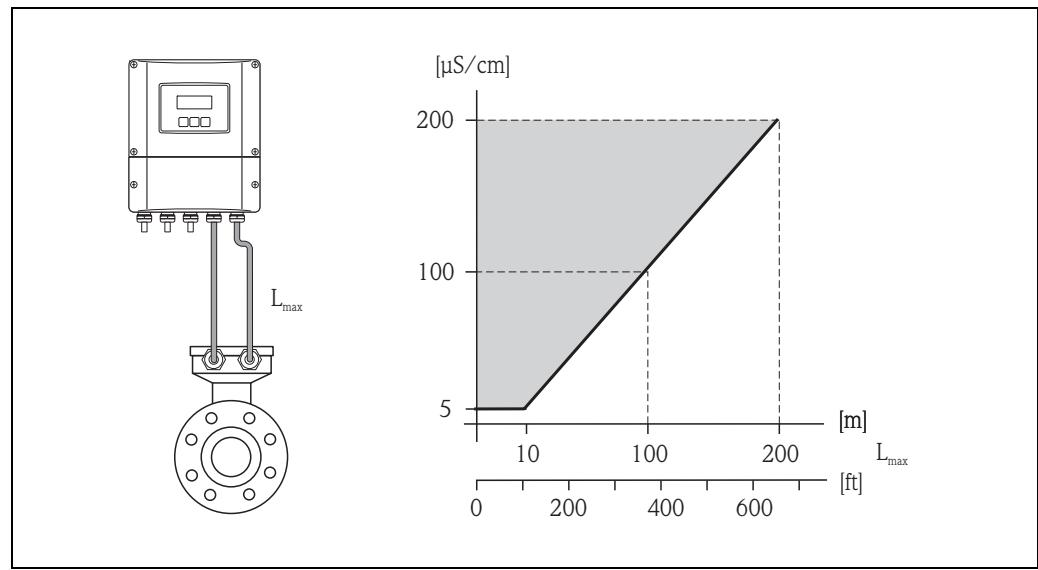

图 16: 分体式仪表的连接电缆允许长度示意图, 与流体的电导率相关
- 允许电缆长度 L_{max} 取决于流体的电导率 (\rightarrow 图 16)。